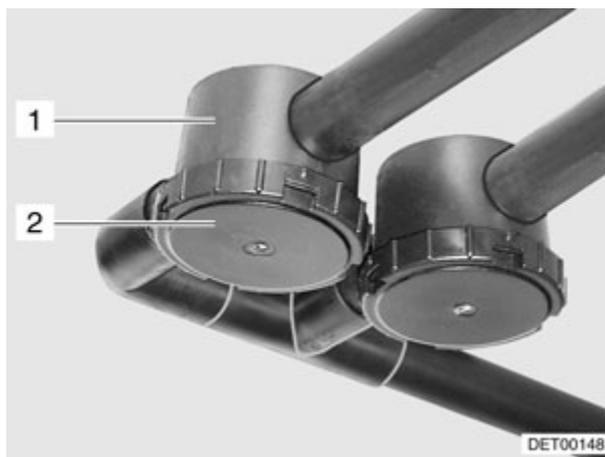

Fig. 174 Siphon
- ▷ En cas de danger de gel, retirer le siphon pour les modèles ne possédant pas de double plancher (Fig. 174,2). Cela permet d'éviter que le siphon ne gèle.
Afin d'empêcher d'éventuelles nuisances olfactives dues à l'installation des eaux usées, le camping-car a été équipé avec des siphons (Fig. 174,1). Les siphons sont montés dans les conduites des eaux usées.
- Nettoyer les siphons tous les deux ans au plus tard. Pour ce faire, dévisser le fond (Fig. 174,2).